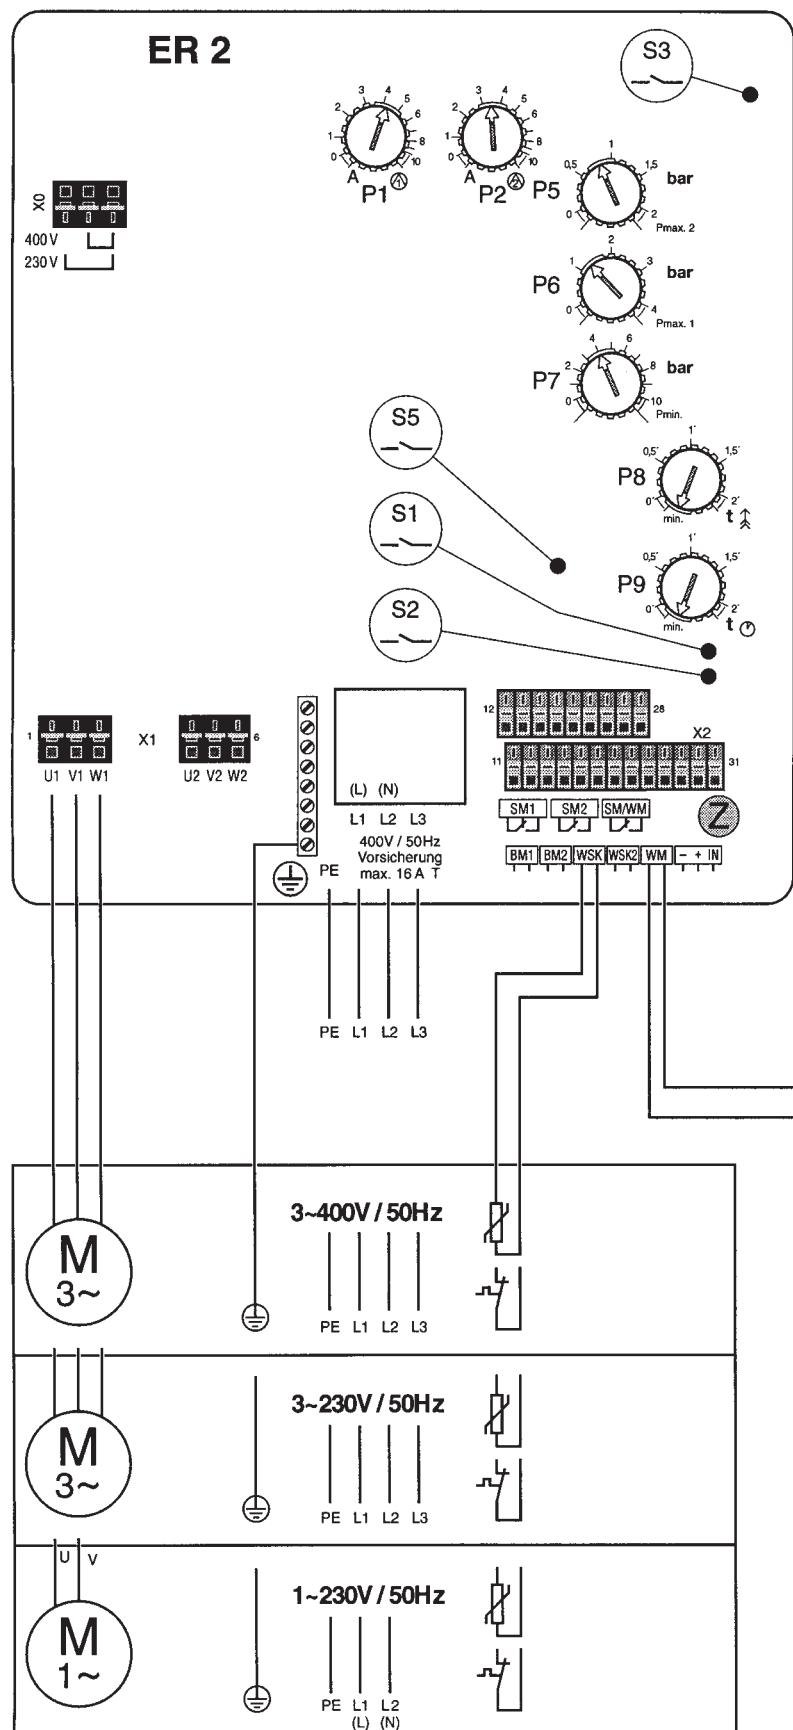
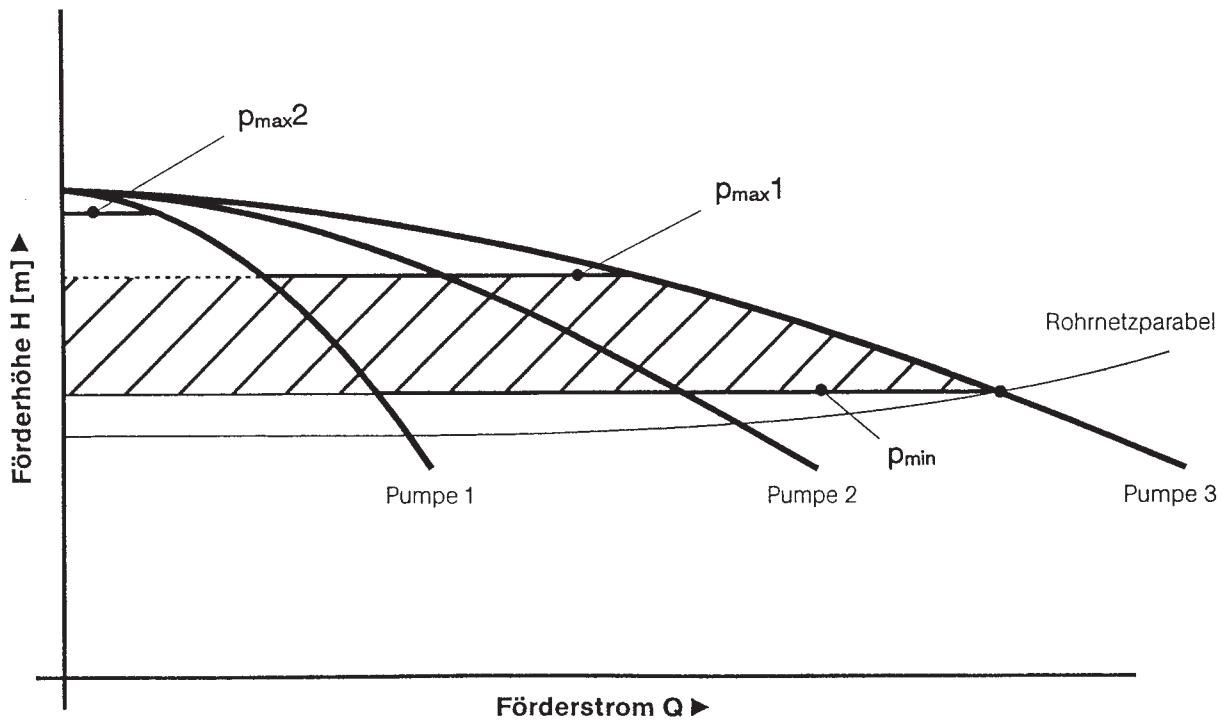

Fig. 2
Fig. 5
Когда при первоначально не работающей станции после начала разбора воды давление в системе опускается ниже уровня давления включения r_{min} , включается первый насос (рис. 5, диаграмма характеристистик). При последующем падении давления ниже уровня давления включения из-за возрастающего расхода воды каждый раз подключается очередной насос. При уменьшении расхода воды давление в системе наоборот начинает повышаться. При достижении первого уровня выключения r_{max}^1 отключается один насос. При повторном достижении первого уровня выключения отключается следующий насос и т.д. Последний работающий насос выключается лишь при более высоком давлении – втором уровне выключения r_{max}^2 . При этом давлении подача воды очень мала (см. характеристику насоса на рис. 5). Процессы включения–выключения пиковых насосов осуществляются с задержкой по времени, для того чтобы избежать флаттерных переключений. Время задержки регулируется с помощью потенциометра t_1 (рис. 2/3, поз. 8) между
0 и 2 мин. Оно начинает действовать с пуском первого насоса. Задержка осуществляется только в случае, когда насосы работали меньше установленного на потенциометре времени. Уровни давлений включения–выключения устанавливаются с помощью потенциометров r_{min} , r_{max}^1 , r_{max}^2 (рис. 2/3, P5, P6, P7 и табл. 1). Значения уставок для уровней давлений выключения 1 и 2 представляют из себя разности давлений, которые прибавляются к соответствующим более низким уставкам. Если например, с помощью потенциометров заданы давления $r_{min} = 4$ бар, $r_{max}^1 = 2$ бар и $r_{max}^2 = 1$ бар, то это означает: уровень давления включения – 4 бар, первый уровень давления выключения – 6 бар, второй уровень давления выключения – 7 бар.
4.3 Функции устройства управления (рис.2/3)
– **Внутренняя электронная защита двигателя:** Для защиты от перегрузки для каждого двигателя разрыватель тока должен быть настроен с помощью потенциометра (рис. 2/3, P1, P2, P3, P4) на номинальный ток двигателя согласно шильдику насоса. Клеммы WSK необходимо закоротить.
– **Внешняя защита двигателя по температуре обмотки PSK/PTC:** Если двигатели защищены с помощью защитного контакта в обмотке (WSK) или "холодного проводника" (PTC), то WSK или PTC для каждого двигателя подсоединяется к клеммам, а потенциометры (рис. 2/3, P1, P2, P3, P4) устанавливаются на максимальное значение (вправо до упора).
- **Время задержки:** Время задержки для основного нагрузочного насоса устанавливается с помощью потенциометра t_1 (рис. 2/3, Р8) между 0 и 2 мин. Оно начинается со старта первого насоса.
- **Задоржка времени срабатывания защиты от недостаточного уровня воды:** Выключение насосов в связи с недостаточным уровнем воды, а также их последующее включение в случае восстановления минимального уровня воды могут быть задоржаны по времени. Время задоржки задается потенциометром t_2 (рис. 2/3, Р9) в интервале от 2 сек. до 2 мин.
- **Пробный пуск:** При включенной функции "пробный пуск" каждый насос включается приблизительно через каждые 6 часов приблизительно на 15 секунд. Интервалы пробных пусков жестко запрограммированы и не подвержены влиянию времени наработки, сигналов о недостаточном уровне воды или срабатывания любых датчиков. Пробные пуски важны, в частности, для поддержания в постоянной готовности установок пожаротушения. При замыкании микропереключателя S2 (рис. 2/3) пробные пуски отменяются.
- Клеммную колодку подсоединять в следующем порядке (рис. 2/3): **(L), (N), PE:** однофазная сеть 1~220 В; Перемкнуть клеммы X0 электронной платы в соответствии с указанием "230 В" (см рис. 2)
Перемкнуть клеммы X0 электронной платы в соответствии с указанием "400 В" (см рис. 2) (заводская уставка)
Перемкнуть клеммы X0 электронной платы в соответствии с указанием "230 В" (см рис. 2)